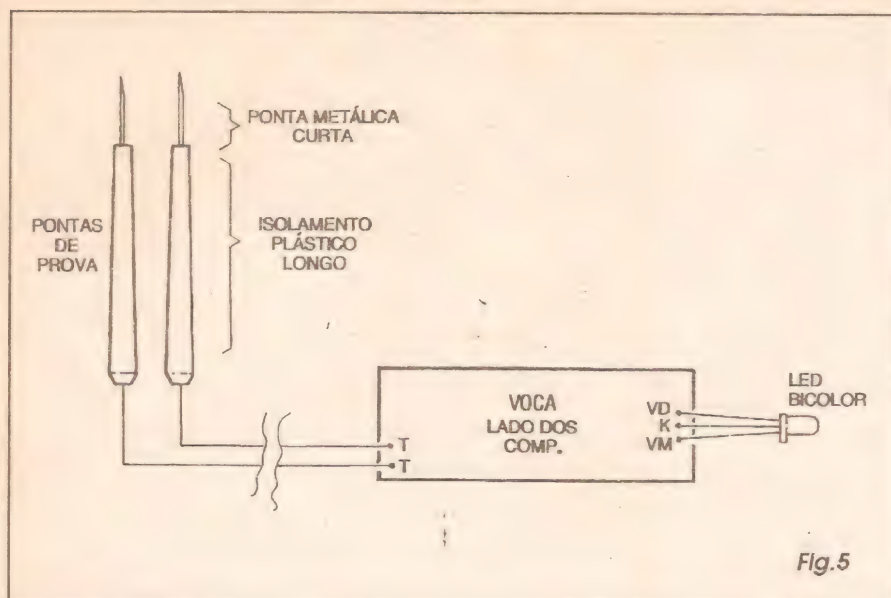

Fig.5
- FIG. 5 - CONEXÕES EXTERNAS À PLACA - Poucas e muito simples, as ligações da placa pra fora estão detalhadas na figura, onde a plaquinha continua vista pelo seu lado sem cobre (o mesmo onde ficam os componentes, já visualmente *mastigados* no diagrama anterior...). Observar com cuidado as conexões dos terminais do LED bicolor, eventualmente recorrendo à FIG. 3 para sua perfeita identificação... Notar ainda (quanto ao LED...) que o componente, dependendo da forma, dimensões e disposição geral do *container* adotado ou obtido, poderá tanto ficar em posição definitiva *perpendicular* à placa, quanto em posição *longitudinal* (a mostrada, como exemplo, na figura...). As pontas de prova devem ter seus respectivos cabos ligados aos pontos T-T da placa, lembrando que os ditos fios, para conforto e praticidade no uso do VOCA, não devem ser muito curtos (no mínimo, de 30 a 50 cm.), além de *obrigatoriamente* deverem ser de tipo bem resistente e flexível, isolado... Como as pontas lidarão com C.A., não precisam de nenhuma indicação ou codificação de polaridade, podendo então ser ambas da mesma cor (nada impedindo, contudo, o uso do velho e *manjado* par vermelho/preto, conforme usado nos multímetros comuns...).